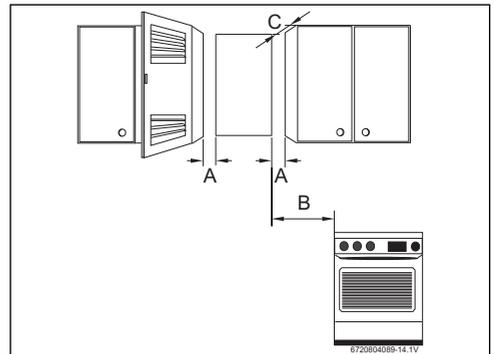

Fig. 19 Distancias mínimas
- ▶ Garantizar un buen acceso para realizar los trabajos de mantenimiento respetando siempre las distancias mínimas indicadas en la Fig. 19.